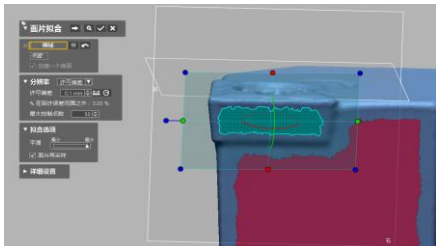
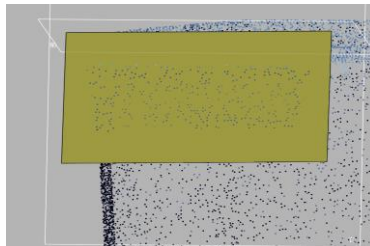

图 4.54 面片拟合对话框
图 4.55 拟合的片体
2) 点击菜单栏模型>面片拟合图标, 弹出面片拟合对话框, 选择领域, 分辨率为许可偏差, 许可偏差值为 0.1, 平滑条拖到最大, 如图 4.54 所示, 点击确定创建片体如图 4.55 所示。